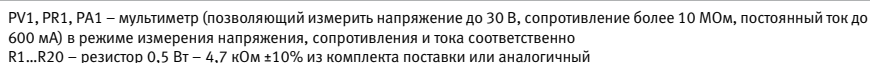

Рисунок 1.
2.2. Подключите прибор по схеме, приведенной на рис. 1.